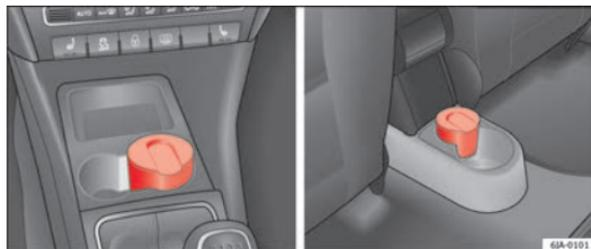

Fig. 84 Consola central: cenicero delantero / cenicero trasero
- El cenicero ⇒ fig. 84 se saca tirando hacia arriba.